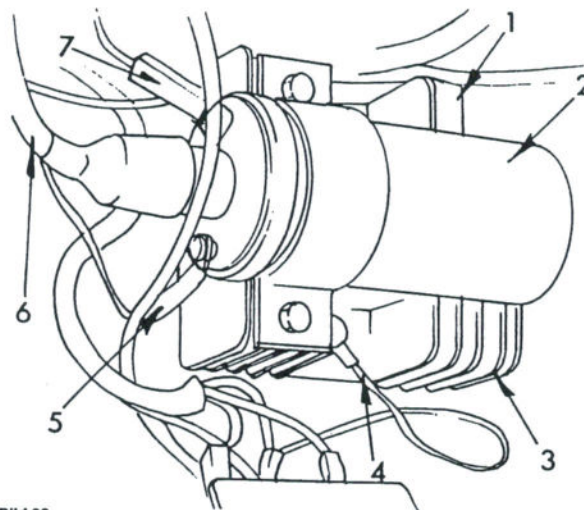

Bild 98
- Nicht die Verbindung zwischen der Primärwicklung der Zündspule und dem Drehzahlmesser kurzschliessen. Bild 98 zeigt die Zündspule und die daran angeschlossenen Leitungen und gibt Aufschluss über die einzelnen Kabelverbindungen.